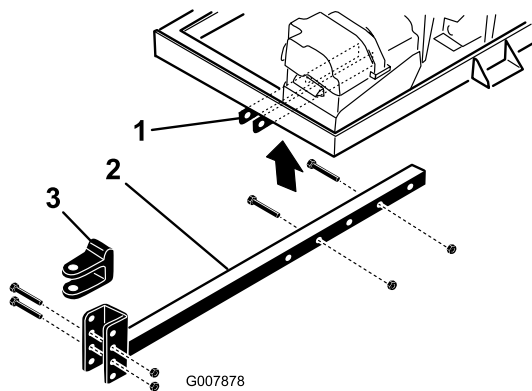

Bild 5
2. Stecken Sie das Anbauvorrichtungsrohr in die Rahmenhalterungen (Bild 5). Befestigen Sie das Rohr mit zwei Schrauben (3/8" x 3") und Bundmuttern (3/8") am Rahmen.
- Entfernen Sie die Schrauben und Sicherungsmutter, mit denen der Anbauvorrichtungsstift (Bild 5) am Anbauvorrichtungsrohr befestigt ist.
- Nehmen Sie die Schrauben und die Mutter ab, mit denen das Anbauvorrichtungsrohr an den Rahmenhalterungen befestigt ist (Bild 5).